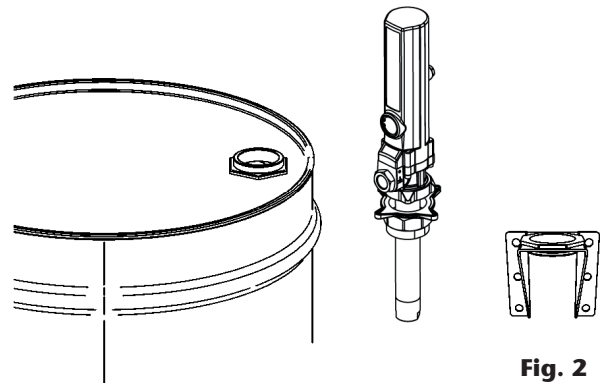

Fig. 2
Les pompes peuvent être installées directement sur fût, sur citerne ou sur un support mural (réf. 360102) muni d'un raccord 2" BSP (F) (fig. 2).